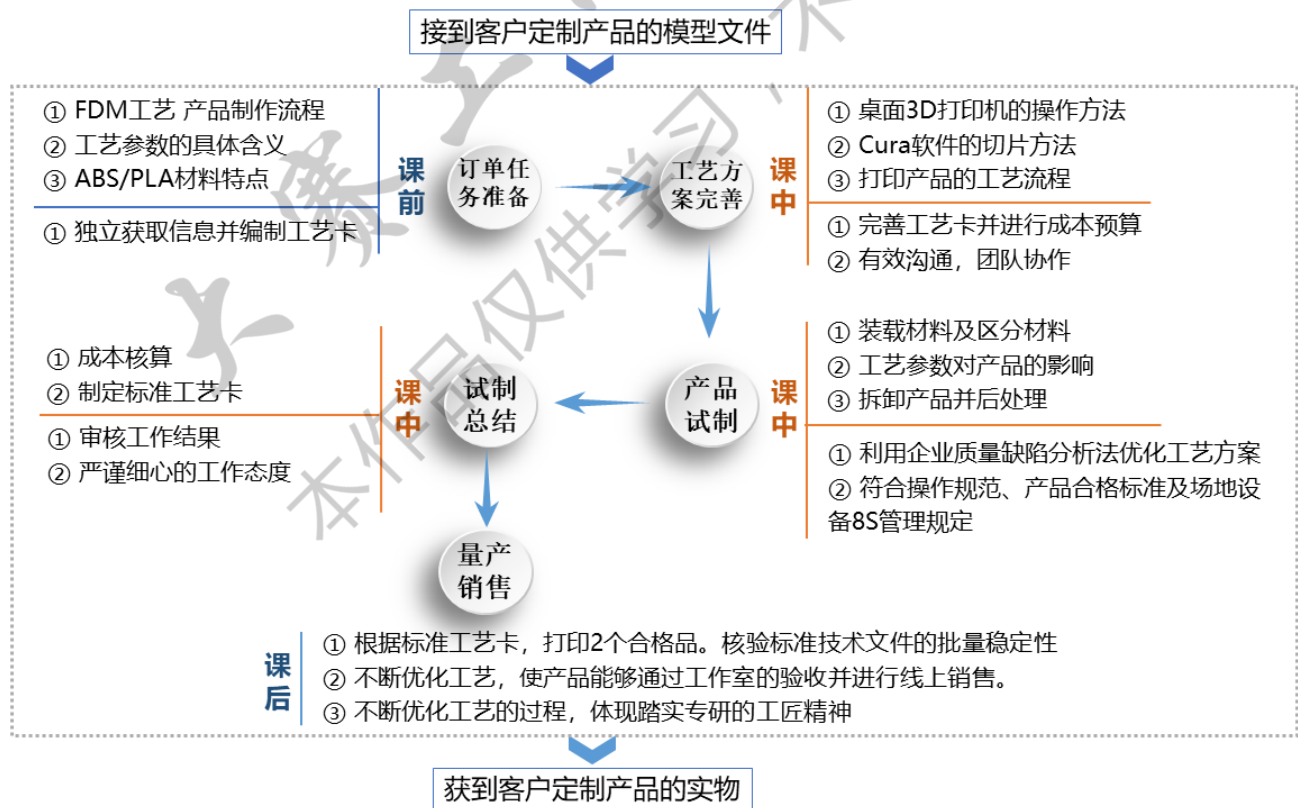

图 7
(2) 学习内容与企业生产过程紧密相关（图7），知识技能素养并重。